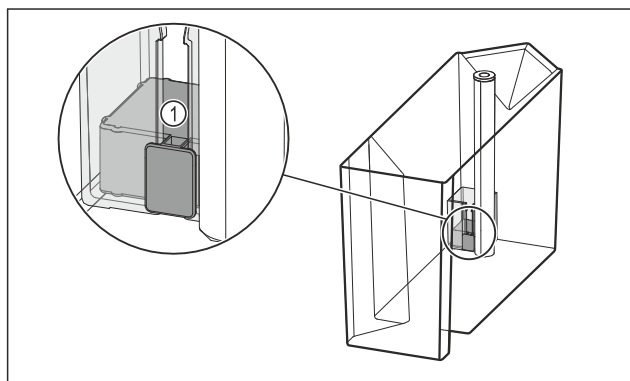

Fig. 98
- ▶ Проверете дали поплавъкът Fig. 98 (1) не се е заклешил.